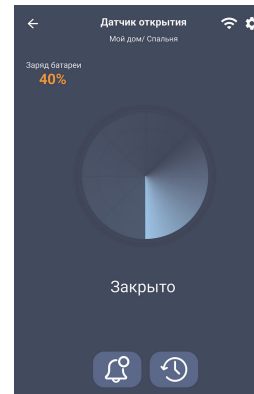

Рис. 4
Выберите из главного меню Датчик открытия, откроется следующее окно (рис.4)
1. Статус «Закрыто» (рис. 4) означает, что предмет, на который установлен датчик, переведен в положение закрыто. Для перевода устройства в статус «Закрыто» расстояние между блоком датчика и магнитом должно составлять менее 22 мм (рис. 6).